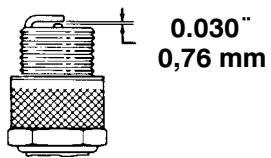

Figure 39
- Réglez l'écartement des électrodes de la bougie neuve à 0,76 mm (Fig. 39).